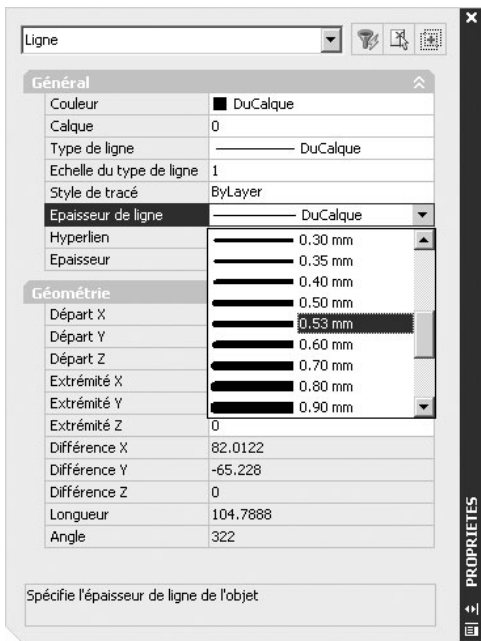

Fig.6.39
- [1] Exécuter la commande de modification de couleur à l'aide d'une des méthodes suivantes (fig.6.39) :